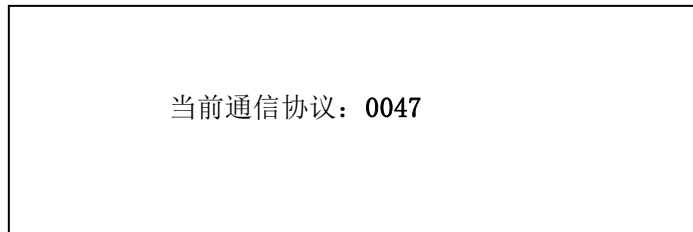

图5-6
② 按数字“1”键，进入1回路查询当前协议界面（图5-6）。